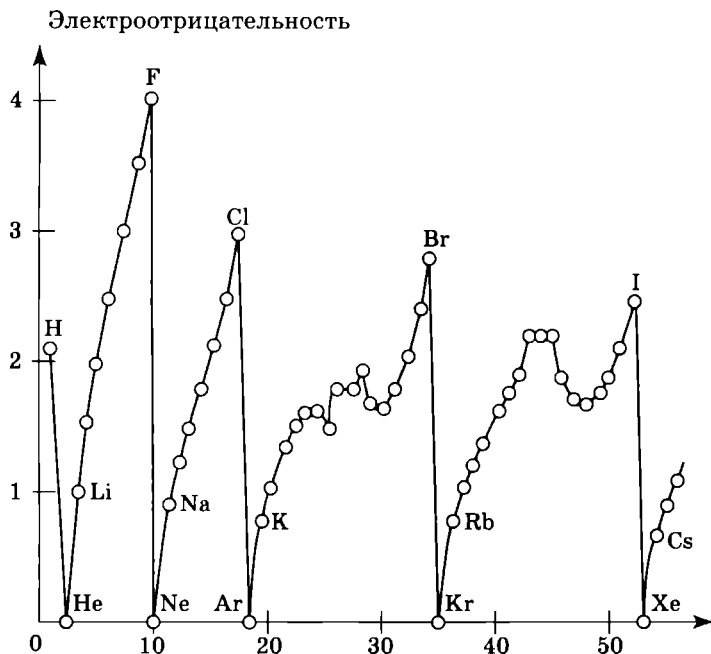

Рис. 2.6. Периодическая зависимость электроотрицательности элемента от порядкового номера элемента
3. *Электроотрицательность* — способность атома притягивать к себе электронную пару химической связи (рис. 2.6). Самые большие значения электроотрицательности — у типичных неметаллов, поэтому электроотрицательность — синоним неметаллических свойств элемента.